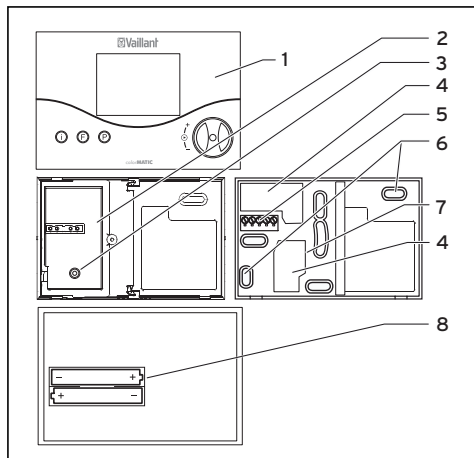

Рис. 9.1 Монтаж регулятора температуры помещения
Соединение с нагревательным аппаратом производится 2-жильным соединительным кабелем к зажимам 3-4 (см. рис. 9.1, поз. 5).
- Вытащите регулятор температуры помещения (1) из настенного цоколя (7).
- Откройте внутреннюю защитную крышку (2) настенного цоколя (7), отпустив винт (3) и откинув крышку вправо.
- Просверлите два отверстия (6) с диаметром 6 мм (как показано на рис. 9.1) и вставьте в них входящие в объем поставки дюбеля.
- Проведите соединительный кабель через кабельный ввод (4), расположенный под внутренней защитной крышкой.
- Вложите прилагаемые батареи в отсек, расположенный на задней стороне регулятора (рис. 9.1, поз. 8). Следите за правильной полярностью батарей.
- Установите регулятор температуры помещения (1) на настенный цоколь (7) таким образом, чтобы штифты на задней стороне верхней части вошли в гнезда (2).